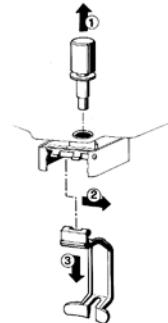

Рисунок 4
8. **Гравитационный кран:** выньте шток (1) и затем снимите дозирующую ручку (2 – 3) (см. рисунок 4).